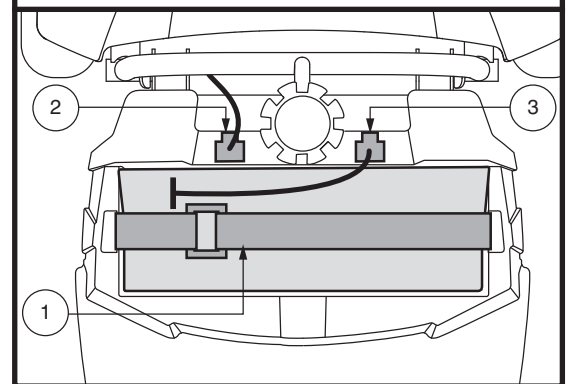

Figure 22. Sangle de fixation de la batterie
1. Débranchez les câbles de la batterie et retirez l'emballage de la batterie du Travel scooter. Voir la figure 22.
2. Débranchez les câbles d'alimentation de la batterie et les sangles de fixation puis retirez la batterie du Travel Scooter. **Voir la figure 22.**